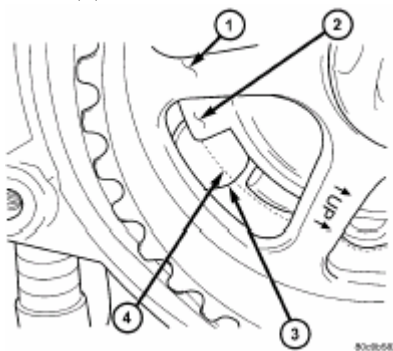

Рис. 2. Торцев датчика ПРВ на диске синхронизации:
Датчик положения распределительного вала содержит прибор на эффекте Холла, считающийся генератором синхроимпульсов. Вращающийся диск синхронизации для датчика ПРВ находится за звездочкой распределительного вала выпускных клапанов (рис. 2). Диск синхронизации имеет по вырезу на каждые 180° . ПРВ датчик находит этот вырез через каждые 180 градусов поворота звездочки распределительного вала. Его сигнал используется в связи с датчиком положения коленчатого вала (ПКВ), чтобы различать фазы впрыска топлива и подачи искры. Он также используется для синхронизации топливных форсунок с их соответствующими цилиндрами.
2. Вращайте коленчатый вал двигателя, пока звездочка распределительного вала и диск синхронизации не займут положение напротив торца датчика, как показано на рис. 2. **Если этого не делать произойдет поломка как датчика, так и диска синхронизации при попытке запуска двигателя. Торце датчика должен быть за диском синхронизации во время регулировки.**